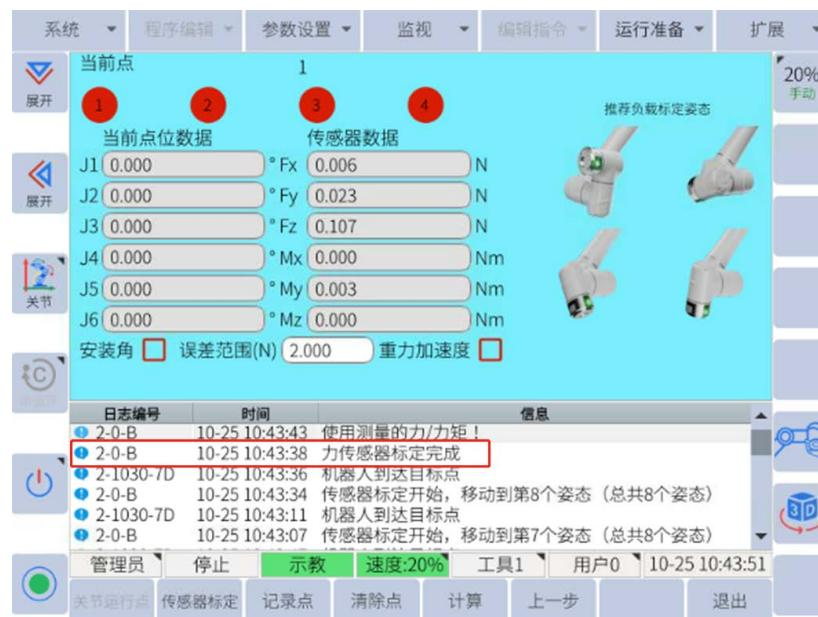

图 6-33: 传感器标定完成界面
- d. 当界面提示“机器人到达目标点”后，再次点击**传感器标定**，按照该方式依次执行，（如果自动运行过程中出现姿态干涉，可松开伺服，手动调节4、5、6关节，在改变机器人的姿态后，再次按住伺服，点击**传感器标定**）直至界面出现“传感器标定完成”，如图6-33所示：